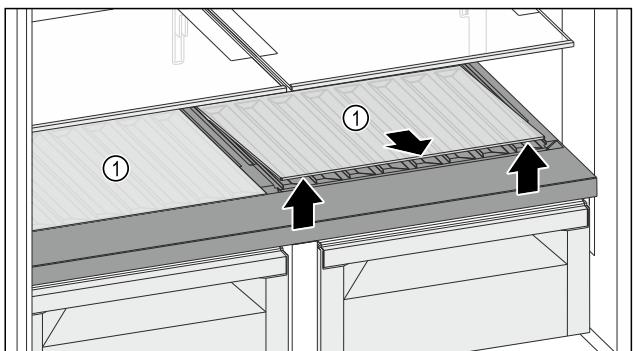

Fig. 120
- ▶ 抬起前部槽上的一块玻璃隔板或两块玻璃隔板 Fig. 120 (1) 并取出。
- ▶ 将玻璃隔板 Fig. 120 (1) 稳妥地放在冰箱外。